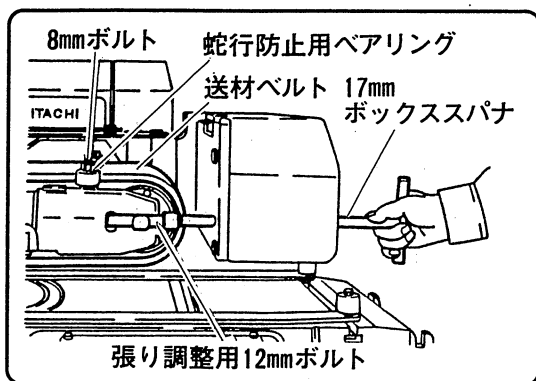

図 38
- (2) 蛇行防止用ベアリングを固定している8mmボルト2個を付属の13mmスパナでゆるめ取りはずします。(図38参照)